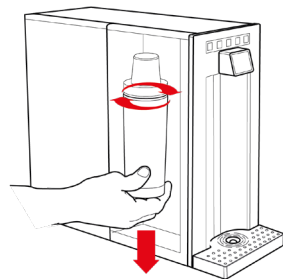

Fig. 4-29
39.2 – Rimuovere il filtro dalla testata, ruotandolo da destra verso sinistra, fino a raggiungere il punto di sblocco. Tirare il filtro verso il basso per estrarlo, nel caso non si dovesse sfilare ripetere l'operazione descritta precedentemente, vedi Fig. 4-29.